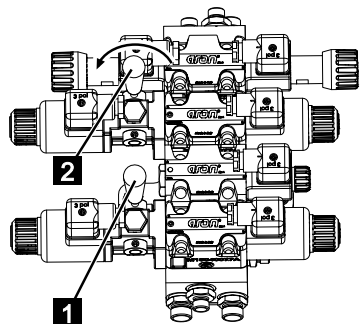

Abb. 120
3. Bedienhebel (Abb.120/2) herausdrehen.
4. Bedienhebel (Abb.120/1) in Pfeilrichtung betätigen.